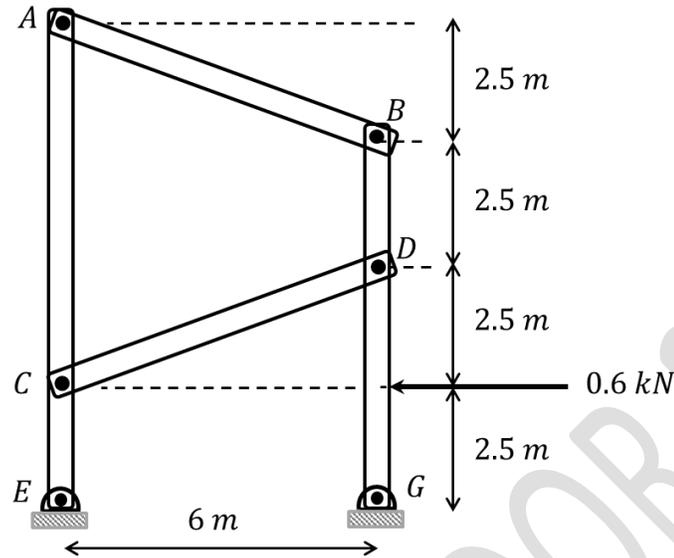

Fig. 6.17.
6.6.- Una fuerza horizontal de 0.6 (kN) se aplica sobre el armazón mostrado en la Fig. 6.17, determinar las fuerzas que actúan en los elementos AB y CD.